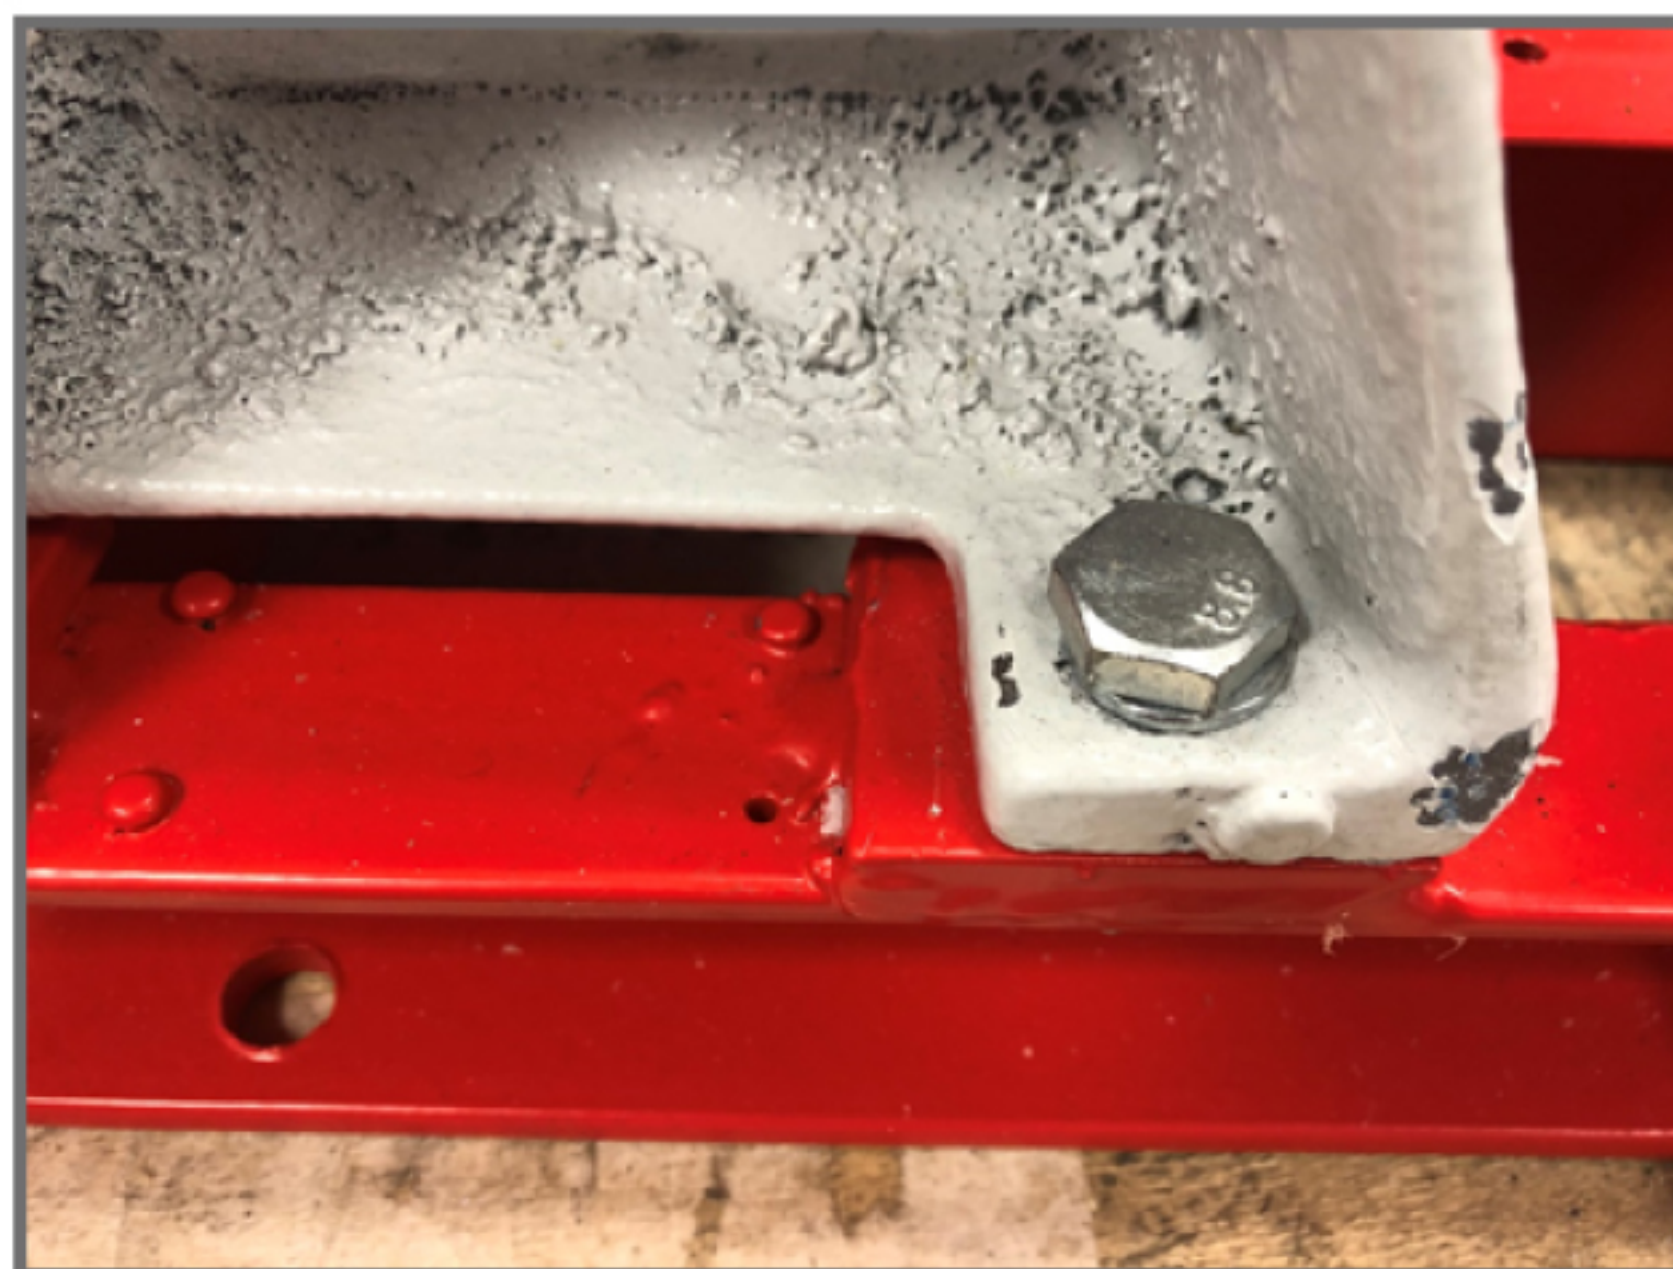

Рис. 1
1. Оборудование имеет недостаточные подвижки в горизонтальной плоскости, из-за отсутствия или недостаточного хода установочного болта в отверстии лапы. (Рис.1)